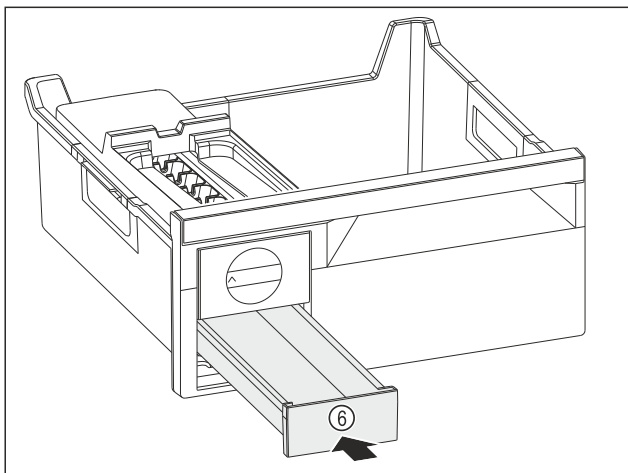

Fig. 150
- ▶ Вкарайте чекмеджето за ледени кубчета Fig. 150 (6).